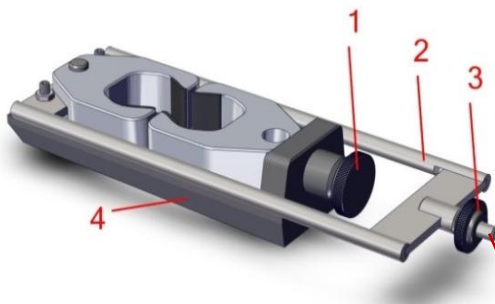
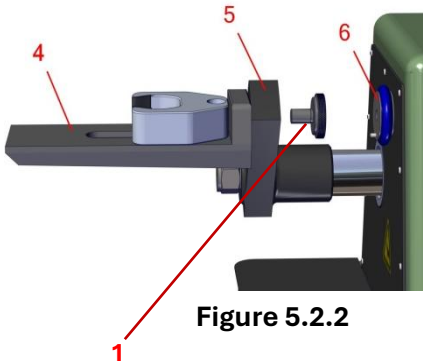
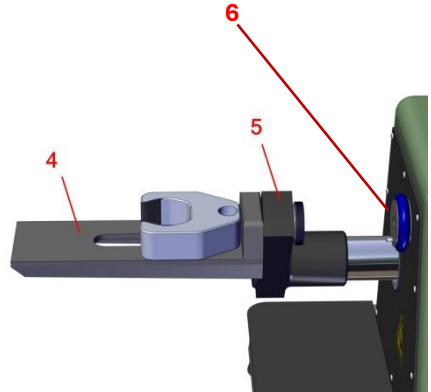
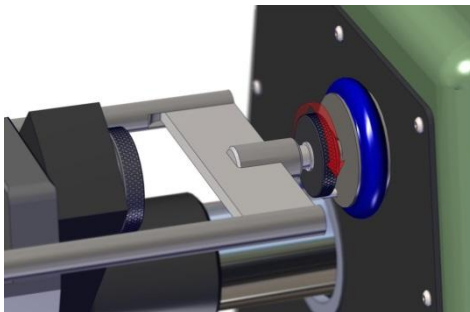

Figure 5.2.1
Figure 5.2.2
Figure 5.2.3
Figure 5.2.5
1. Retirez la grande vis de connexion moletée (Figure 5.2.1, N°1) de la base de l'accessoire (Figure 5.2.1, N°4). Retirez le pont (Figure 5.2.1, N°2) et la mâchoire gauche de la base de l'accessoire.
2. Glissez délicatement le bossage fileté de la base de l'accessoire sur le bras de serrage mobile (Figure 5.2.2, N°5) de l'appareil de mesure. Replacez la vis moletée et resserrez-la pour fixer la base de l'accessoire au bras de serrage mobile (Figure 5.2.2 et Figure 5.2.3).
4. Placez la mâchoire gauche et le pont de traction sur la surface supérieure de la base de l'accessoire de traction. Faites glisser doucement la broche de pont (figure 5.2.1) dans le trou situé au centre du support de pince fixe (figure 5.2.2, élément 6).
4. Réglez l'écrou moleté (Figure 5.2.1, N°3) de manière que la surface plate de l'écrou faisant face au support du mors fixe (Figure 5.2.2, N°6) se situe à environ 1/32" (0,78 mm) de la surface du dit support (voir Figure 5.2.5).
(Voir la figure 5.2.3 pour la description de l'article)